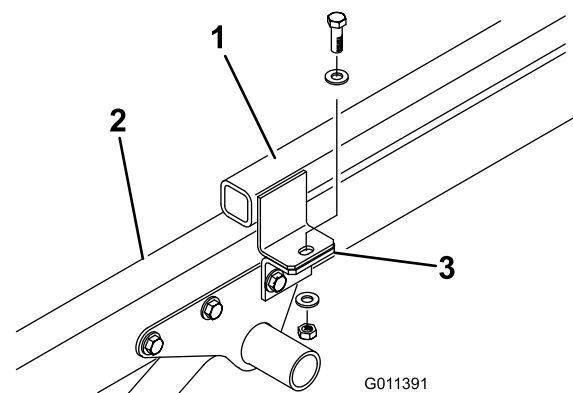

Figure 6
3. Retirez la vis, les 2 rondelles plates et le contre-écrou qui fixent chaque support aux pattes du cadre d'attelage (Figure 6).